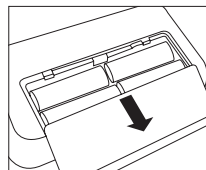

Fig. 1
- Ouvrez le couvercle du compartiment des piles situé sous l'appareil (voir la fig. 1). Insérez les piles (voir le chapitre 13 « Caractéristiques techniques »). Veillez à faire correspondre les polarités « + » et « - ». Refermez le couvercle du compartiment des piles. L'appareil passe automatiquement à la fonction Date/Heure et dès la première application, le chiffre « 31 » est affiché à l'écran pour le jour, et le chiffre « 12 » pour le mois. La date préréglée est par conséquent le 31 décembre. Réglez maintenant la date et l'heure tel que décrit ci-dessous.